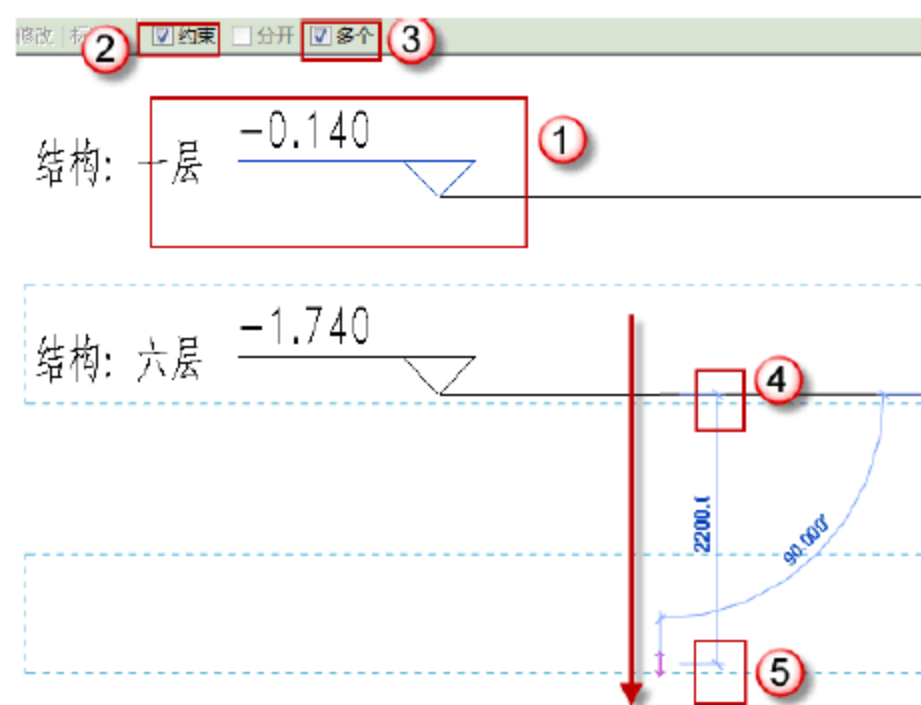
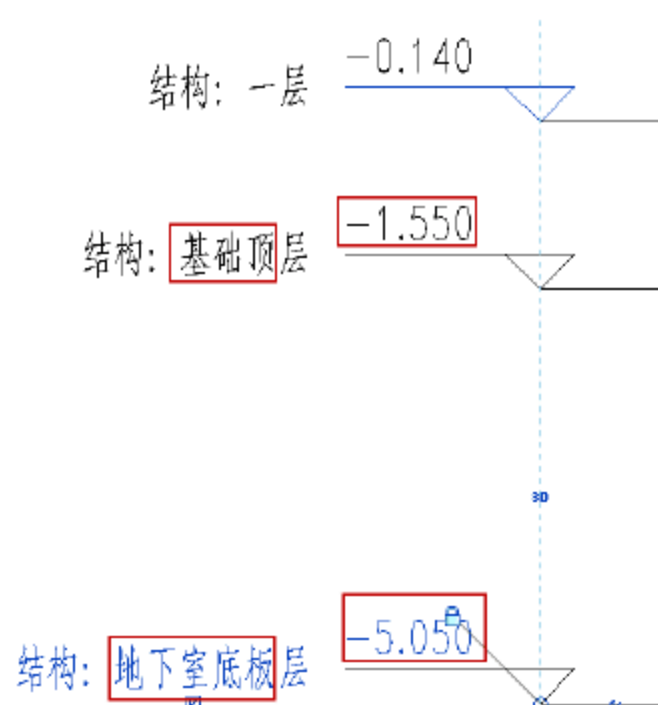

图 1.2.51 向下复制两个标高
图 1.2.52 修改标高
(10) 向下复制两个标高。选择“结构：一层”标高，按快捷键 C+O，选中“约束”“多个”复选框，向下移动光标，以任意距离再生成两个标高，如图 1.2.51 所示。分别修改两个标高的名称为“基础顶层”“地下室底板层”字样。分别修改两个标高的数值为-1.550、-5.050 字样，如图 1.2.52 所示。